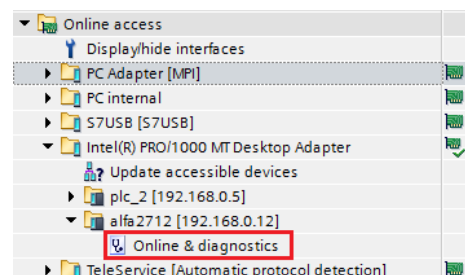

Figura 89 – Acesso aos parâmetros de configuração
3. Selecione o modo "Online & diagnostics" para acessar os parâmetros Figura 89;